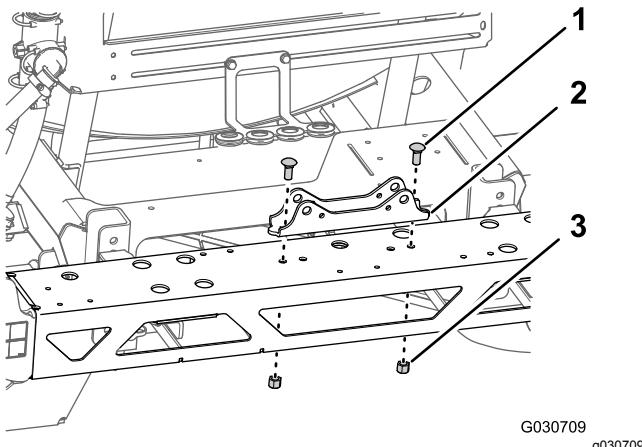

Figura 80
- 3. Retire los 2 pernos de cuello cuadrado (1/2" x 1 1/4") y las 2 contratuerca con arandela prensada (1/2") que sujetan el bastidor del cilindro a la sección de brazo central y retire el soporte (Figura 80).